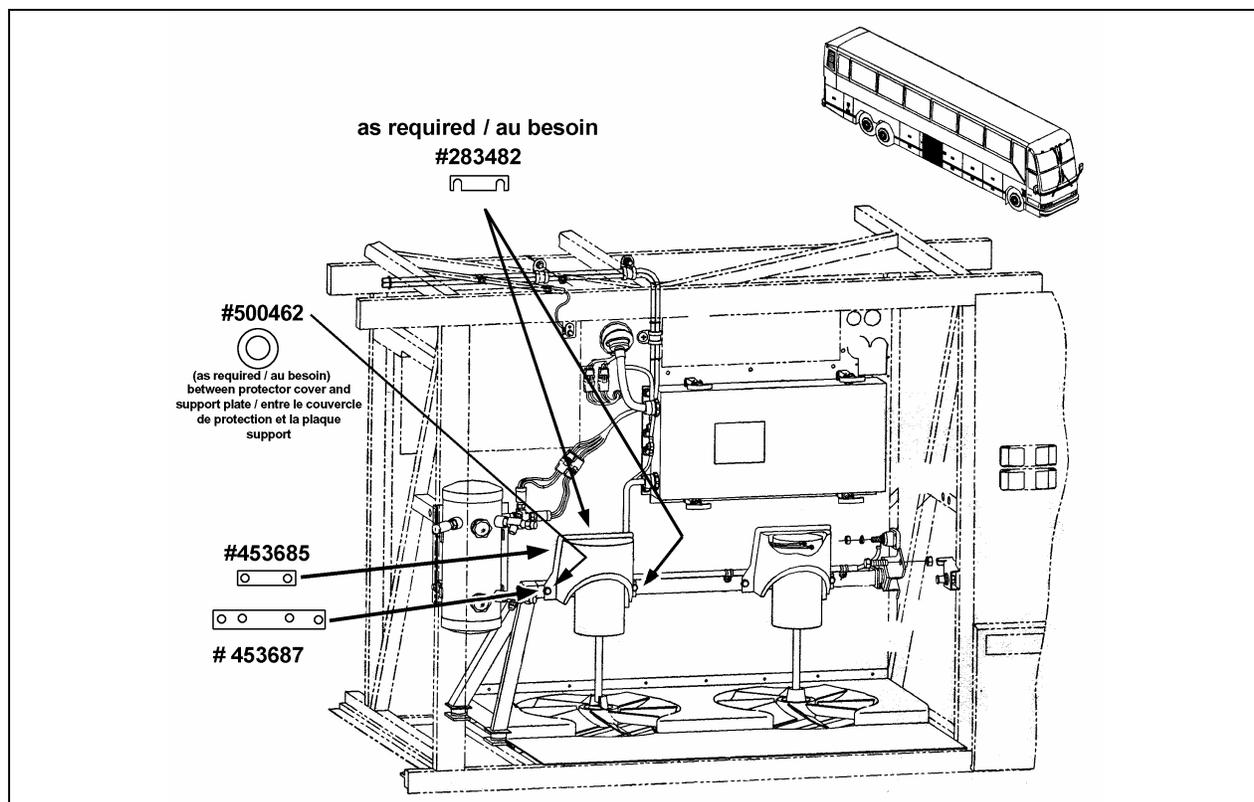

FIGURE 1: SÉRIE H3 JUSQU'À V-1961
3. Fixer les ventilateurs à l'arbre et installer les nouveaux moteurs selon les figures 1, 2 ou 3 dépendamment du modèle de véhicule. Utiliser les cales d'épaisseurs pour centrer le ventilateur dans l'ouverture circulaire.